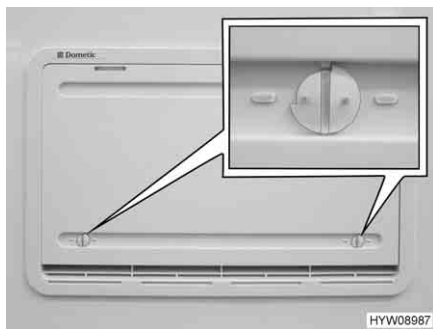

Fig. 177 Cubierta de invierno
Si el frigorífico ha de funcionar a temperaturas exteriores bajas, el fabricante recomienda la utilización de una cubierta de invierno (Fig. 177) para las rejillas de ventilación del frigorífico.
- Abrir ambos bloqueos (Fig. 177) (la ranura está en posición horizontal).